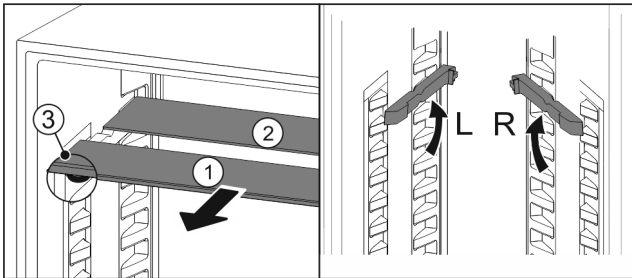

Fig. 23
- ▶ По одной извлеките Fig. 23 (1) стеклянные панели движением вперед.
- ▷ Стеклянная панель Fig. 23 (1) с декоративной планкой лежит спереди.
- ▷ Стопоры Fig. 23 (3) показывают вниз.